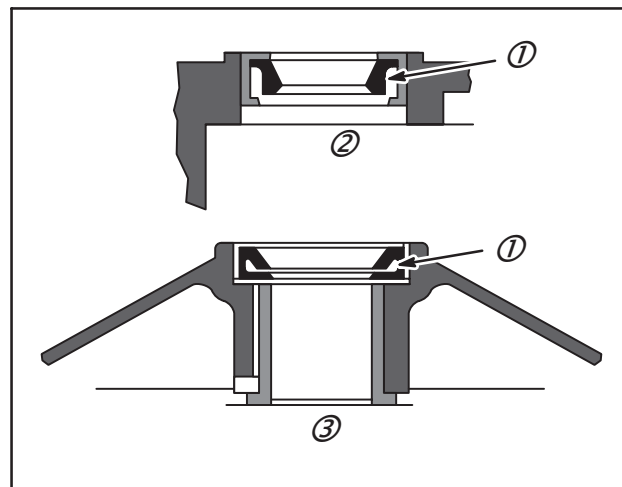

Fig. 35 - Pose des joints
1. Installer les joints avec la lèvre d'étanchéité (1) vers l'intérieur du réducteur (2) ou du flasque (3) jusqu'à ce que le joint soit à ras du carter (si utilisé) ou du flasque, Fig. 35.